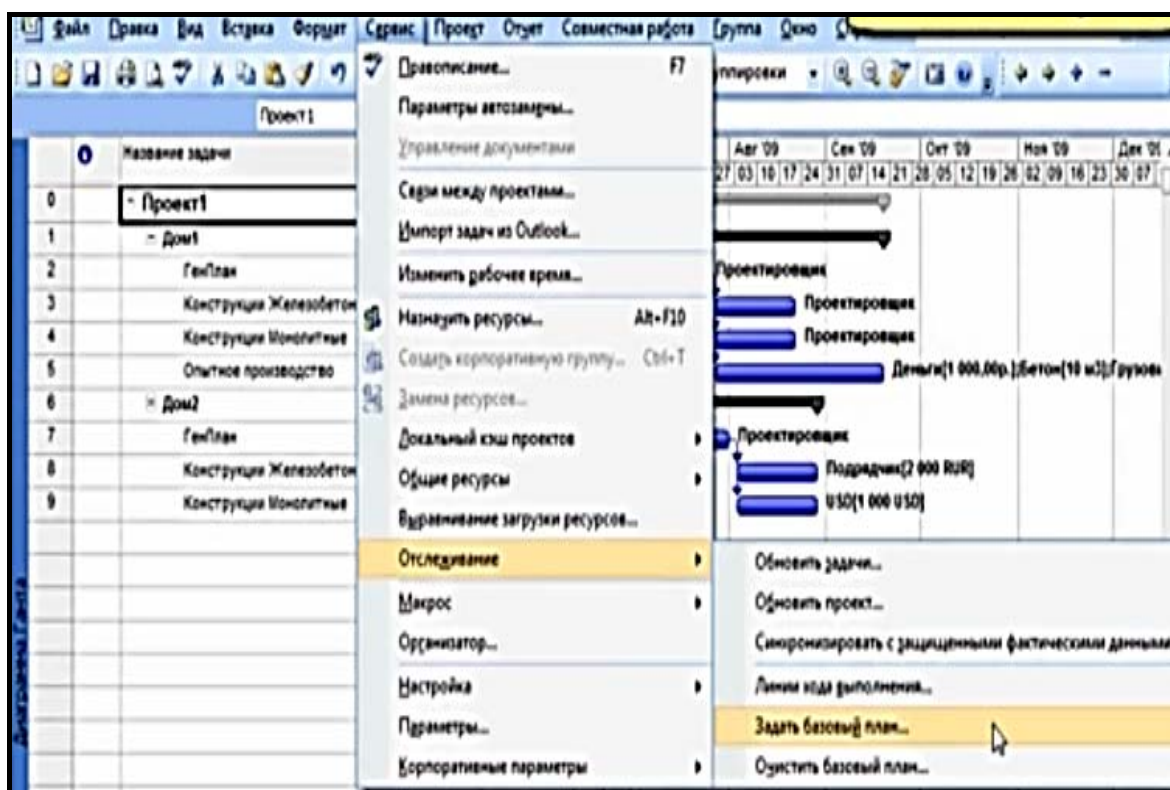

Рисунок 19 – Команды вызова окна для записи базового плана
3. Для этого надо вызвать команду из меню **Сервис** команда - **Отслеживание** команда - **Задать базовый план** (Tools/Tracking/ Set Baseline) (рис. 19).